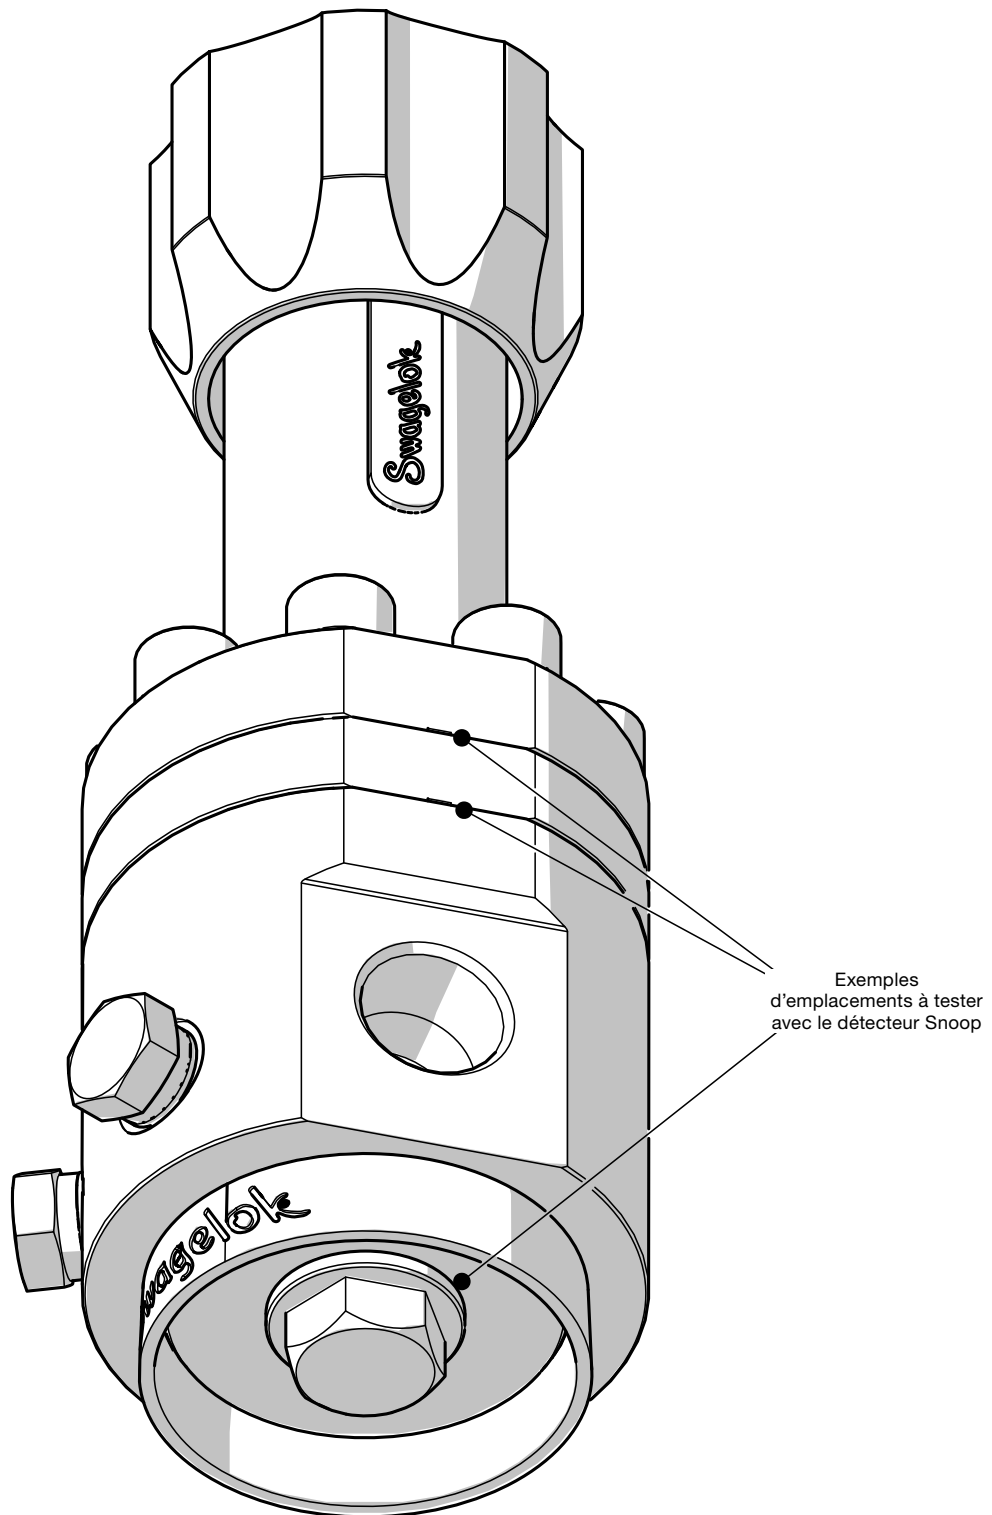

Figure 20
4. À l'aide d'un liquide détecteur de fuites, vérifiez la présence de bulles au niveau du trou d'évacuation du logement de ressort ou du dôme et au niveau de la surface de contact entre le bouchon et le corps (cf. Figure 20).